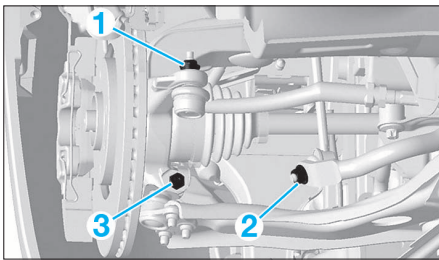

FIG. 9
- Déposer les écrous (1), (2) et (3) (Fig.9).